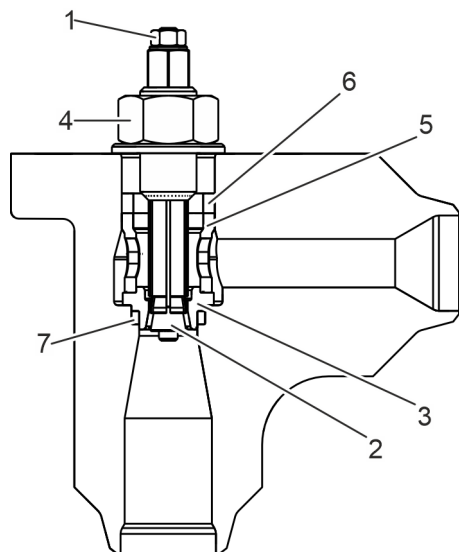

Abb. 42: Gehäuseeinsatz demon-
6. ▶ Demontagvorrichtung in das Gehäuse einsetzen (Abb. 42).
7. ▶ Spannmutter (Abb. 42/1) anziehen, um den Spannkegel (Abb. 42/2) mit dem Sitzring (Abb. 42/3) zu verspannen.
8. ▶ Mutter (Abb. 42/4) anziehen, um den Sitzring (Abb. 42/3) zusammen mit dem Gehäuseeinsatz (Abb. 42/5) und dem Dichtring (Abb. 42/6) der Deckeldichtung aus dem Gehäuse zu lösen.
10. ▶ Dichtring (Abb. 42/7) aus dem Gehäuse entfernen.
11. ▶ Spannmutter (Abb. 42/1) entspannen und Sitzring, Gehäuseeinsatz und Dichtring von der Demontagvorrichtung abnehmen.